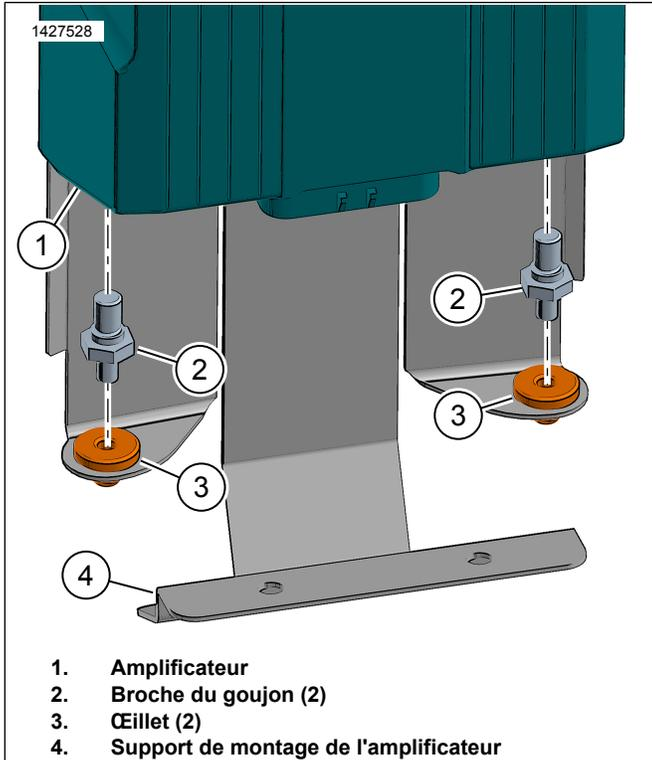

Figure 12. Broche du goujon de l'amplificateur
4. Figure 12 Installez le passe-fil (3) dans le support de montage de l'amplificateur (4).
5. Installez la goupille de goujon (2) dans l'amplificateur (1). Serrer.